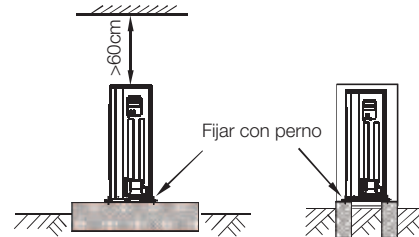

Fig. 6-15
- Construya cimiento de hormigón de acuerdo con las especificaciones de las unidades exteriores. (Ver Fig. 6-15)
- Sujete las patas de apoyo de la unidad firmemente con pernos para evitar que se caiga en caso de terremoto o fuertes vientos. (Ver Fig. 6-15).